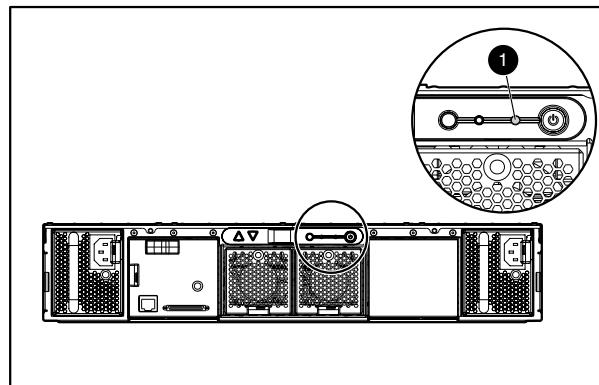

Figure 2 Fehleranzeige des MSA20
- überprüfen Sie bei einem MSA20 die Fehleranzeige. Siehe Figure 2. Sie sollte gelb leuchten.